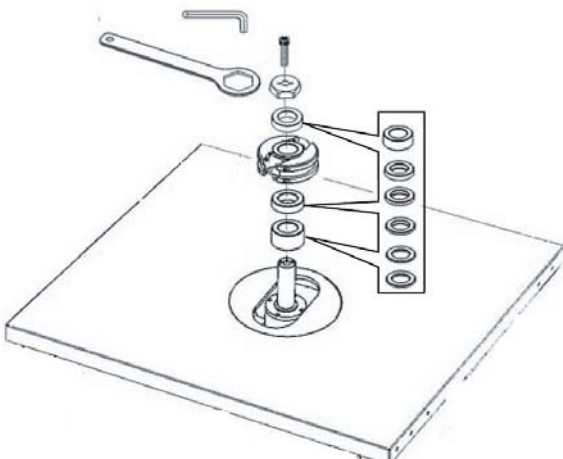

Abb. 8: Fräswerkzeug montieren
Schritt 2: Den Fräskopf und die Spindeldistanzringe auf die Spindel aufstecken und den Abschlussflansch mit der Innensechskantschraube M12x25 sichern (Abb. 8).